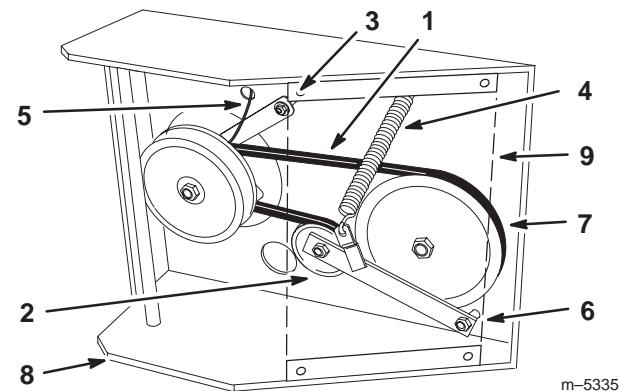

Figure 57
4. Déposez le dispositif de retenue de l'embrayage sur le plancher moteur (Fig. 57).
5. Décrochez le ressort de tension sur le côté du bâti (Fig. 57).
8. Serrez l'axe d' articulation à 47-54 Nm. Placez le ressort de tension entre le bras de la poulie de tension et la patte du bâti (Fig. 57).
9. Reposez le dispositif de retenue de l'embrayage sur le plancher moteur (Fig. 57).